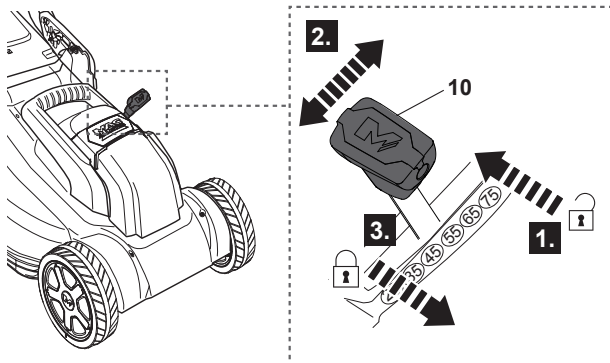

Fig. 8
- > Empurre a alavanca de ajuste de altura (10) na direção do produto (passo 1) e mova-a para a altura de corte desejada (Fig. 8, passo 2).